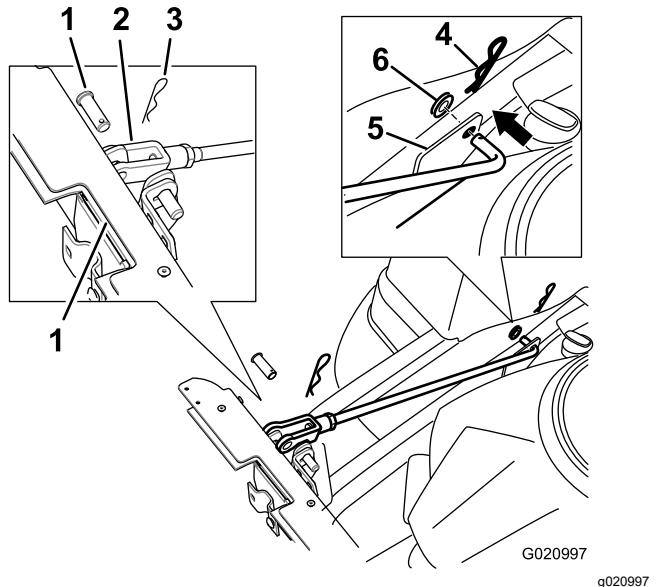

Figura 7
7. Instale dos varillas de apoyo, una en cada lado del bastidor del ensacador. Localice el soporte existente entre la rueda motriz trasera y el bastidor (Figura 7).
8. Introduzca los extremos doblados de la varilla en el bastidor del ensacador según se muestra en Figura 7. Sujete el extremo de la varilla con una arandela y un chaveta.
- D. Sujete la horquilla de la varilla al bastidor del ensacador con un pasador y una chaveta (Figura 7).